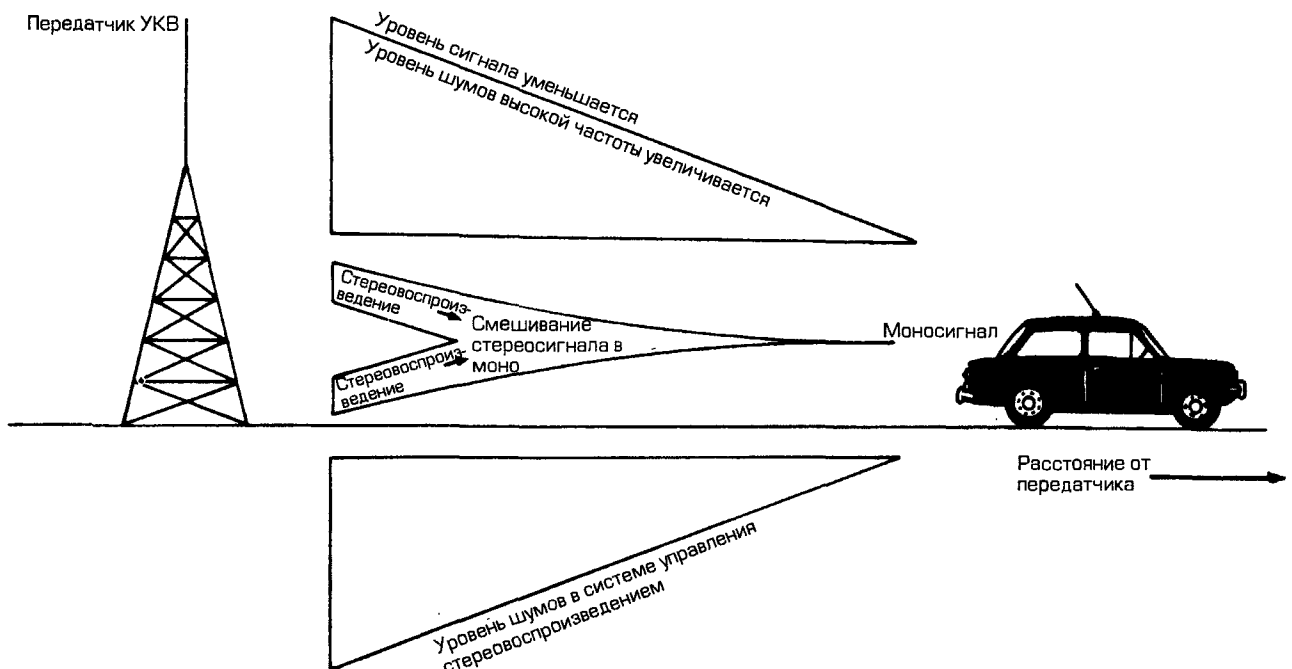

Рис. 12.11. Работа системы управления стереовоспроизведением
- (д) **Система управления стереовоспроизведением.** Более совершенная система, чем система отключения стереовоспроизведения. Эта система автоматически переключает приемник в моно- и стереофоническое воспроизведение в зависимости от уровня принимаемого сигнала (см. рис. 12.11).